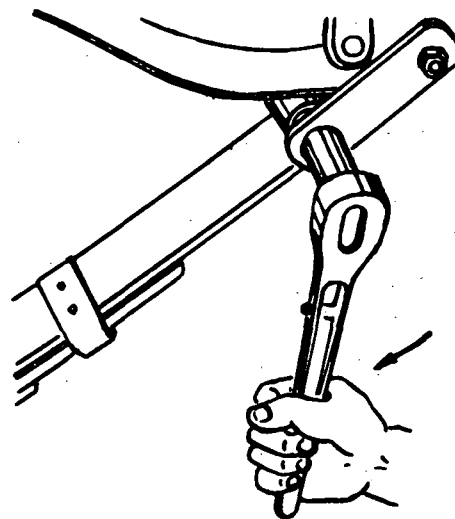

Fig. 2
- b Coloque a algema (fig. 2).